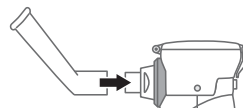
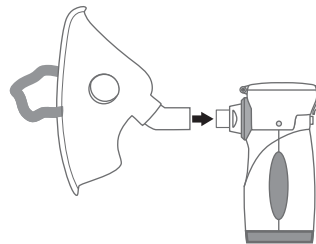

Рис.7
Рис.8
3. Установите мундштук (рис.7) или маску (рис.8).